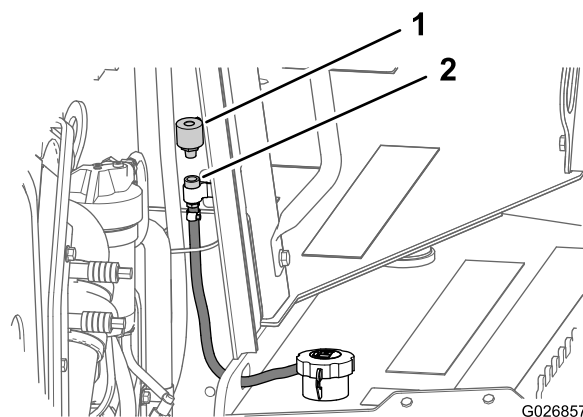

Figura 78
2. Na parte frontal do painel do compartimento do motor, remova o respirador da conexão do tubo girando o respirador no sentido anti-horário (Figura 78).
3. Instale um novo respirador na conexão do tubo, apertando-o manualmente (Figura 78).